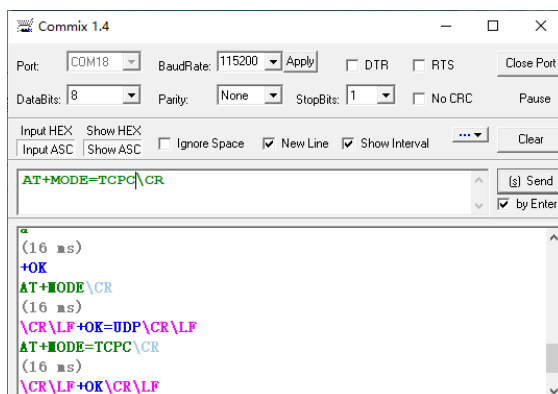

Abbildung 6-12 AT-Befehl zum Einstellen des TCP-Client-Modus
1) Das Modul ist auf den TCP-Client-Modus eingestellt, und der Zielport ist auf 60000 gesetzt, der sowohl über den AT-Befehl als auch über die Webseite eingestellt werden kann, wie in Abbildung 6-12 gezeigt. Einzelheiten zur Eingabe des AT-Befehlsmodus finden Sie im Abschnitt AT-Befehlssatz.
2) Wie in Abbildung 6-12 dargestellt, zeigt der Empfang von "+OK" an, dass das Modul die Einrichtung des TCP-Client-Modus abgeschlossen hat. Verlassen Sie dann den AT-Befehlsmodus, und das Programm kehrt automatisch in den Pass-Through-Modus zurück.